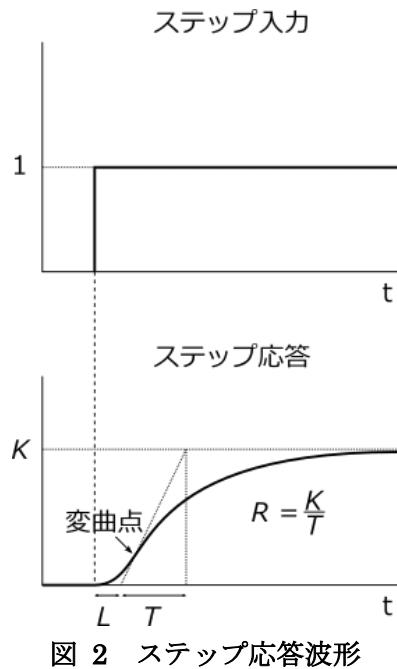

図 2 ステップ応答波形
- (i) ステップ応答の測定結果、またはステップ応答の計算値から図 2 のむだ時間  $L$ 、変曲点の傾き  $R$  を読み取る。